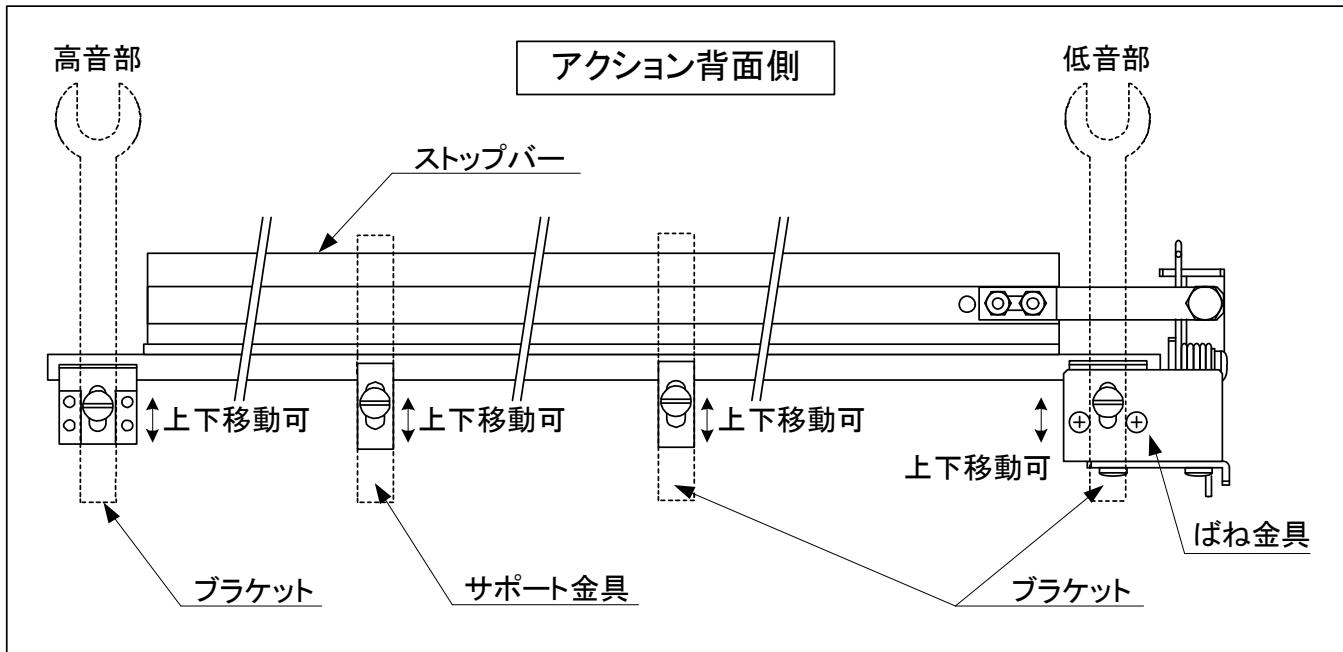

図3. 2-1 ストップバーの取り付け
- (1) アクションをピアノから取り外す。
- (2) アクションよりダンパーストップレールを取り外す。
- (3) 次高音部の固定金具を付属のサポート金具に交換する。既存のネジで取り付けられない場合は付属のM 4 × 30 mm、スプリングワッシャー、M 4 ナットに交換する。
- (4) ダンパーストップレールの位置へ図3. 2-1の様に、(2)で外したネジを使用してストップバーのコマ（大）、コマおよびばね金具を仮止めする。既存のネジで取り付けられない場合は、付属のM 4 × 50 mmやM 4 ナットと交換する。